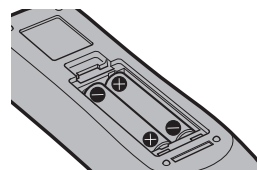

Fig. 2
- 2) Insérez les piles et fermez le couvercle (insérez d'abord le côté ). (Fig. 2)